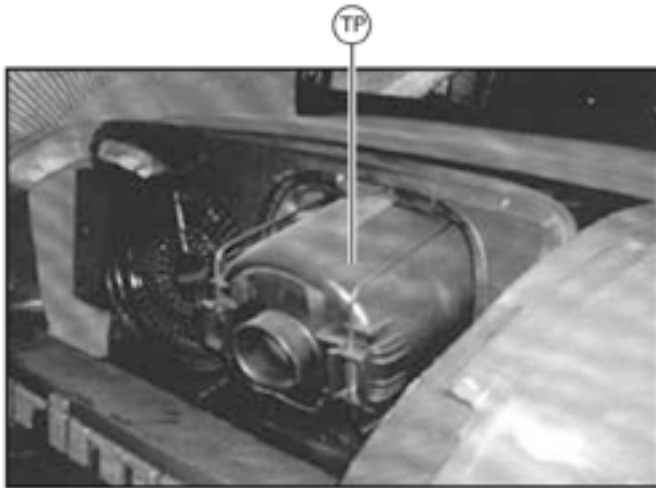
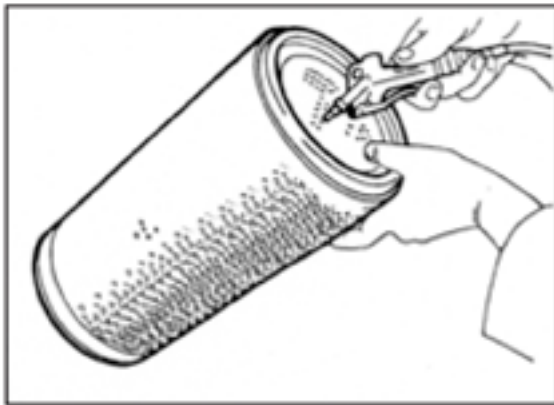

Fig. 8
Fig. 9
- 2) Prestar atención especial al filtro del aire. Presionar la válvula de evacuación para sacar el polvo acumulado y limpiar todo el exterior, especialmente la boca de aspiración (Fig. 8).
- 2) Pay special attention to the air filter. Press the evacuation valve to take out the dust accumulated inside and clean the exterior, specially the intake mouth (Fig. 8).
- 2) Prêter attention spéciale au filtre d'air. Presser la valve d'évacuation pour faire sortir la poussière accumulée dans l'intérieur et nettoyer tout l'extérieur, spécialement la bouche d'aspiration (Fig. 8).
- 2) Limpiar el filtro del aire (Fig. 8) antes de soltar la tapa TP, presionar la válvula para sacar el polvo acumulado. Desmontar la tapa TP y sacar los filtros y limpiarlos con aire a presión (Fig. 9). limpiar el interior del cuerpo del filtro y todo el exterior. Cada 5 limpiezas SUSTITUIR los elementos filtrantes. Al realizar el montaje asegurarse del correcto encaje de la tapa TP.